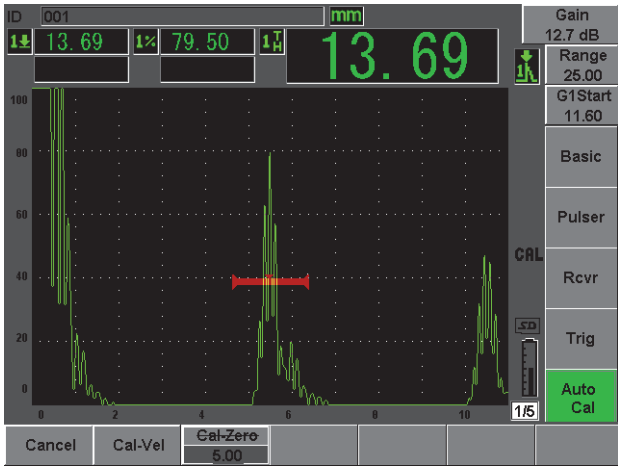

图 2-16 闸门 1 起始
11. 使用 **(AUTO XX%)**（自动 XX%）键，使缺陷指示达到 80 % 满屏高（参见第 46 页的图 2-16）。